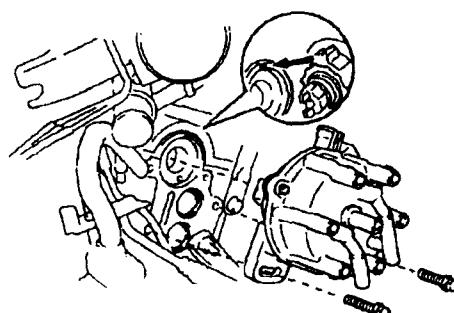

图 6 安装分电器——3VZ-FE发动机
10) 装入分电器,并使分电器盖壳体与分电器安装轴承盖切口标志对齐(见图 6)。旋紧压板螺栓,力矩应为 18N·m。